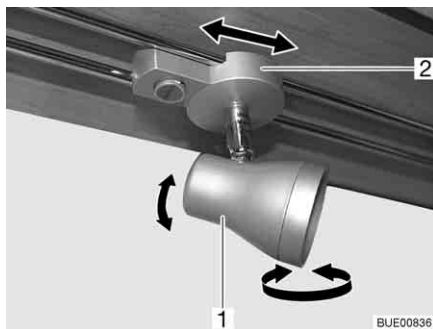

Bild 58 Spotlight
**Vrida:** ■ Ta tag i huset (Bild 58,1) och vrid.
**Förskjuta:** ■ Ta tag i hållaren (Bild 58,2).